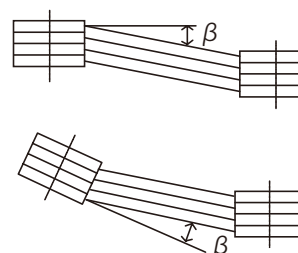

図 5-4
- ・両プーリ間の平行度、偏心度  $\beta$  は  $20'$  (20 分) 以内としてください。(図 5-4 参照)